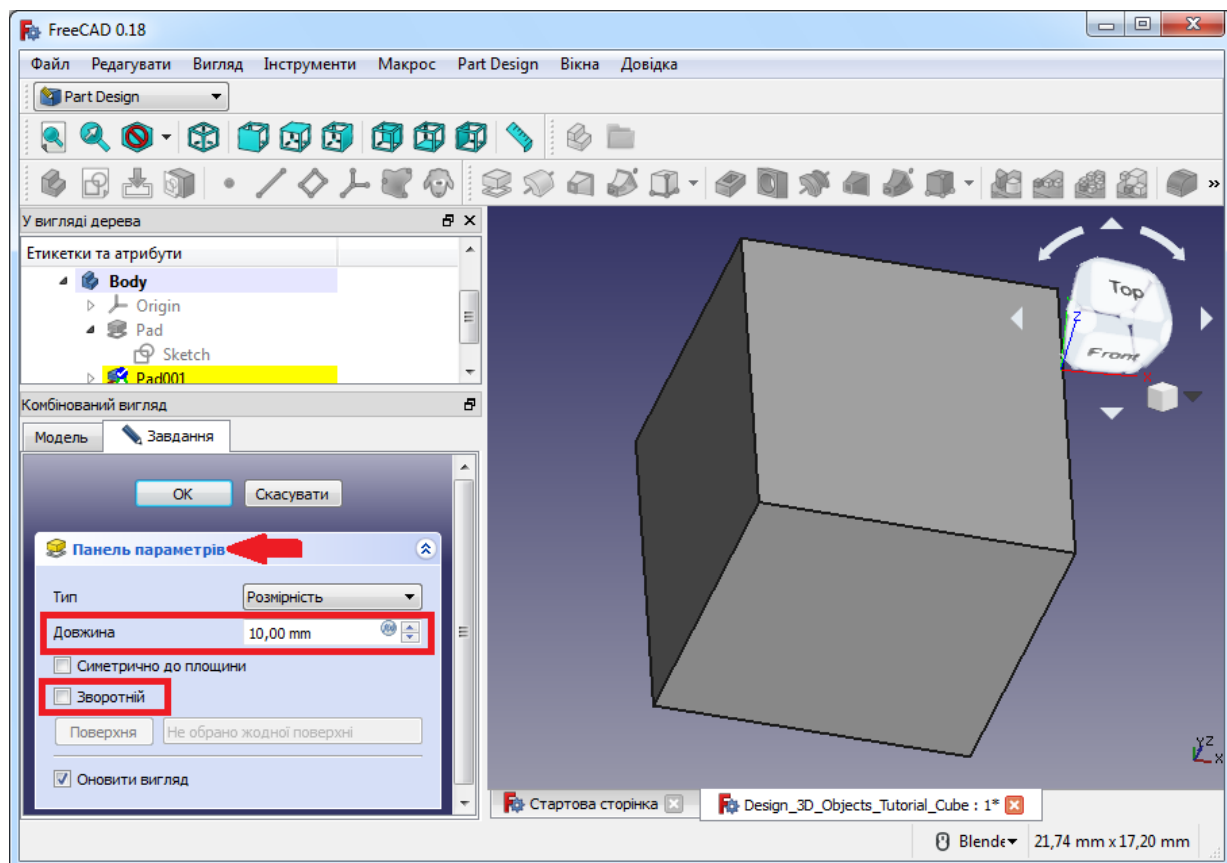

Рисунок 20 – Робота с опції **Reversed** (Зворотній)
2. Встановіть довжину в 60 мм, у вкладці **Dimension** і приберіть позначку **Symmetric to plane** і **Reversed**. Параметр «Довжина» визначає, наскільки глибоко ваш об'єкт видавлюється. Опція **Reversed** (Зворотній) витягує ескіз у протилежному напрямку (рисунок 20).